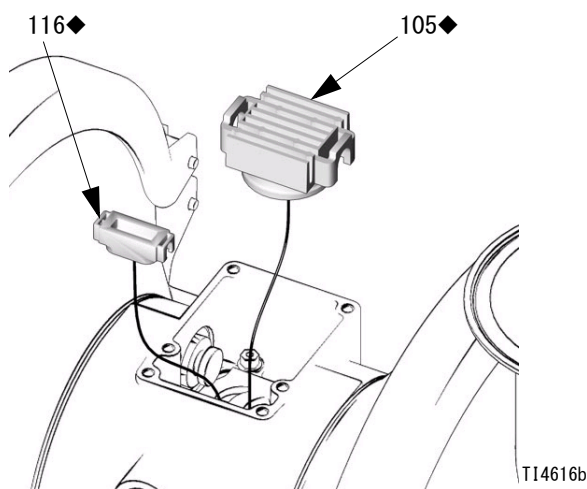

図 7
3. バルブキャリッジ (105) をセンター位置に移動し、キャビティから引き抜きます。ニードルノーズプライヤーで、パイロットブロック (116) をキャビティからまっすぐ引き抜きます。図7を参照のこと。